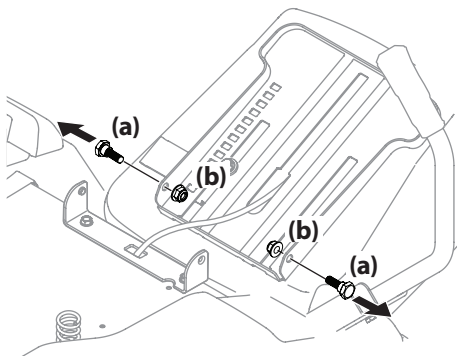

Figure 2-3
2. Retirez les deux boulons à épaulement (a) et les deux écrous autobloquants (b) du support du siège (c). Voir Figure 2-3.